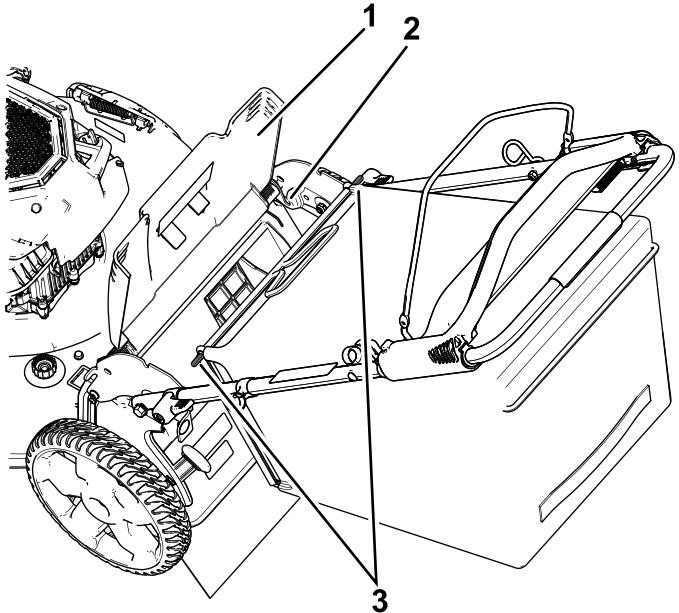

Figura 17
- Alzate lo sportello posteriore e tenetelo alzato (Figura 17).
- Tacche (2)
- Perno del cesto di raccolta (2)
- Montate il cesto di raccolta, accertandovi che i suoi perni siano inseriti nelle tacche presenti sulla stegola (Figura 17).